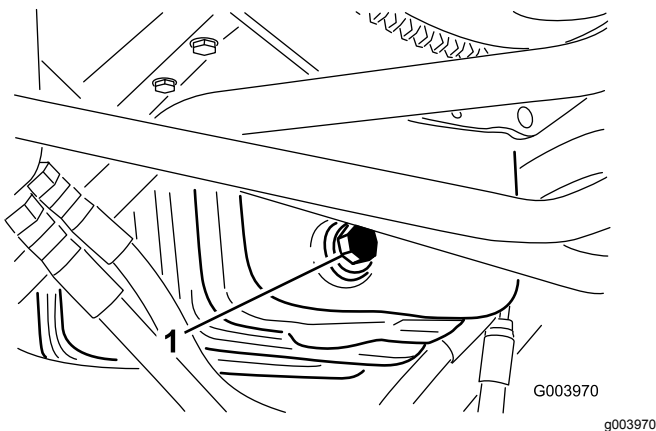

図 48
1. ドレンプラグ 図 48 を外してオイルを容器に受ける。